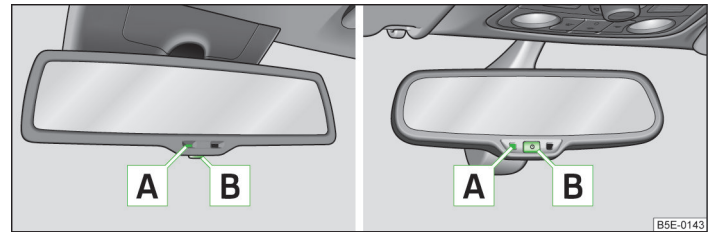

Fig. 42 Oglinda cu efect heliomat automat
- Apăsați tasta **B**, lampa de control **A** se aprinde » fig. 42.